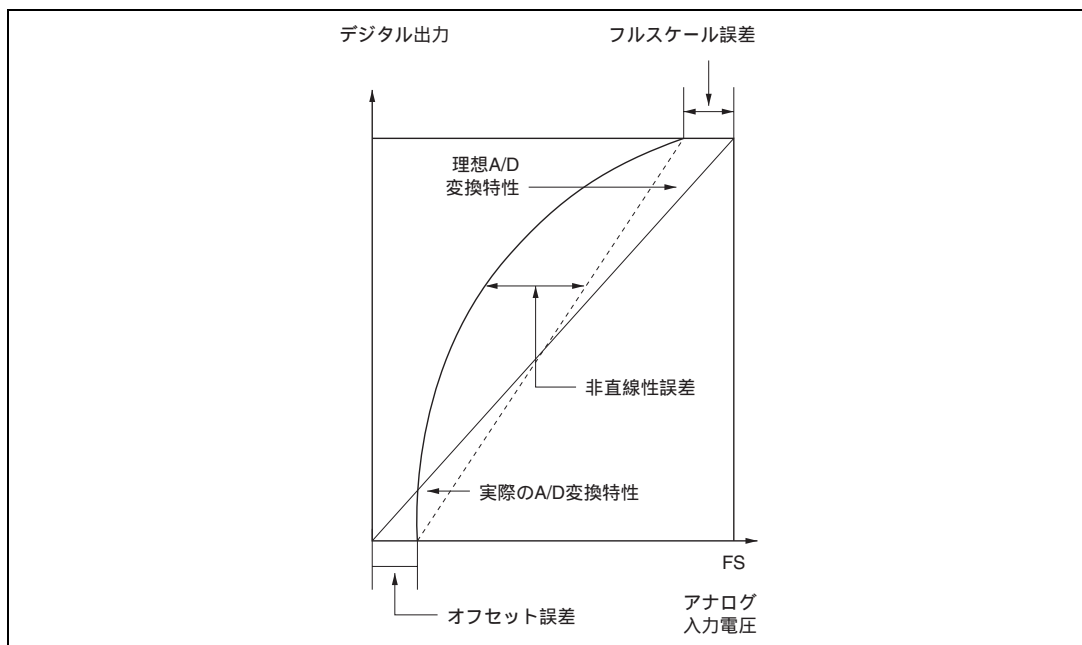

図 15.10 A/D 変換精度の定義 (2)
- オフセット誤差 : デジタル出力が最小電圧値B'0000000000 からB'0000000001 に変化する時のアナログ入力電圧値の理想A/D変換特性からの偏差 (図 15.10)
- フルスケール誤差 : デジタル出力がB'1111111110 からB'1111111111 に変化する時のアナログ入力電圧値の理想A/D変換特性からの偏差 (図 15.10)